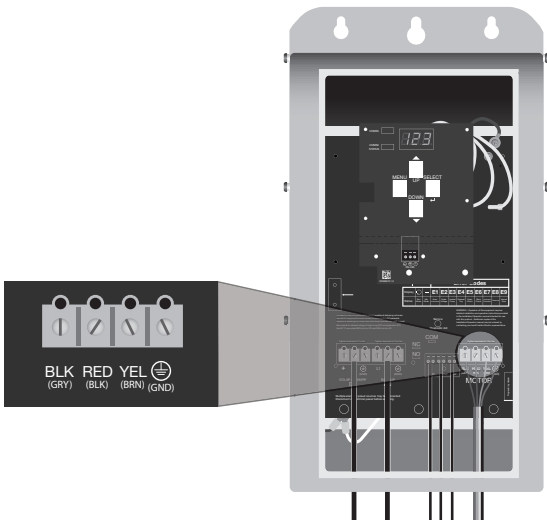

Figure 8. Raccordement du câblage du moteur
1. Connectez les câbles de l'ensemble pompe/moteur au bornier marqué « MOTOR », bornes BLK, rouge, jaune et GND (Figure 8). (Spécification de couple : 15 po-lbs (1,7 nm))